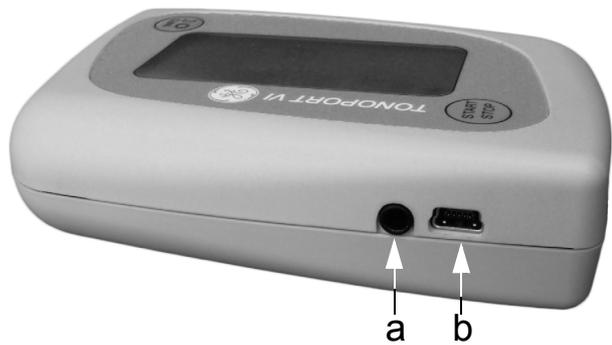

Bild 5-1 Anslutningar för PC-kabel
- via kabeln 2001589-040, om USB-porten på TONOPORT VI ska användas (**b**, Bild 5-1)
- via kabeln 2001589-011, om serie-porten på TONOPORT VI ska användas (**a**, Bild 5-1)
För att kunna använda USB-porten på TONOPORT VI (b, Bild 5-1) krävs det att USB-drivrutinen är installerad och att kommunikationen fungerar på det sätt som beskrivs här.